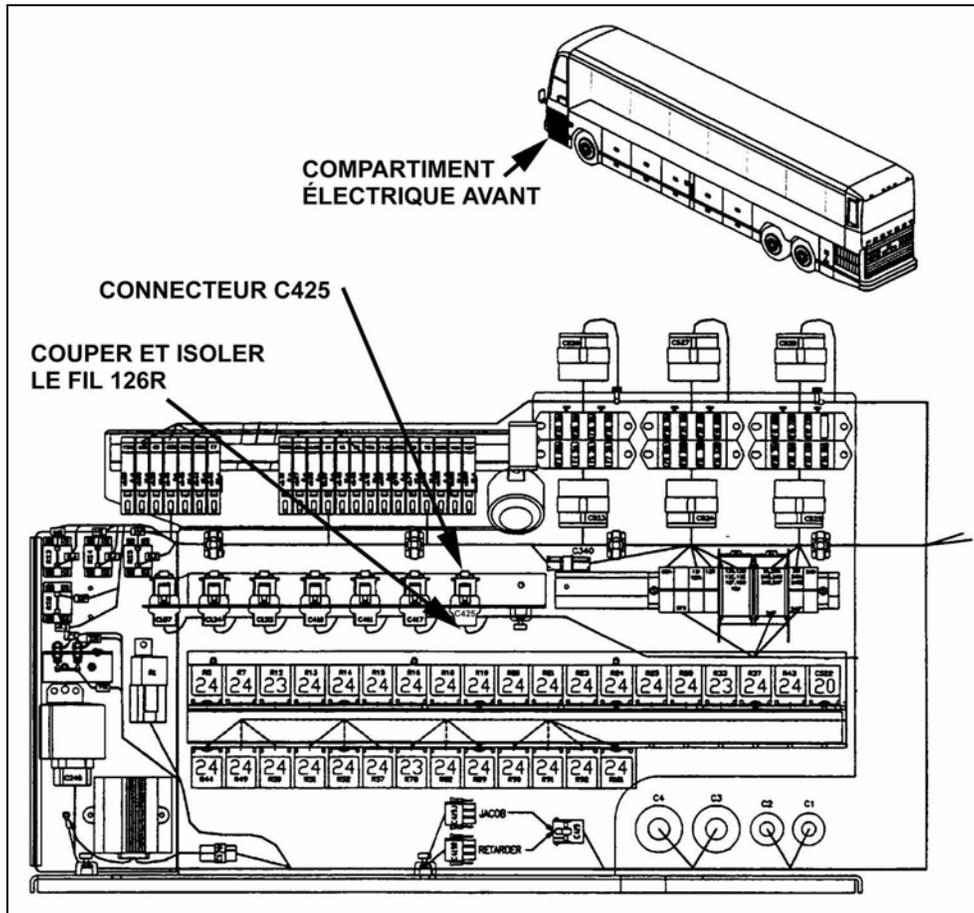

FIGURE 1 : VUE INTÉRIÈRE DU COMPARTIMENT ÉLECTRIQUE, VÉHICULE DE SÉRIE H3
1. Ouvrir la porte du compartiment électrique et de service avant (figure 1).
2. Localiser le connecteur C425 identifié par une étiquette. Vous pouvez vous référer au schéma apposé sur la face intérieure de la porte du compartiment (figure 1).